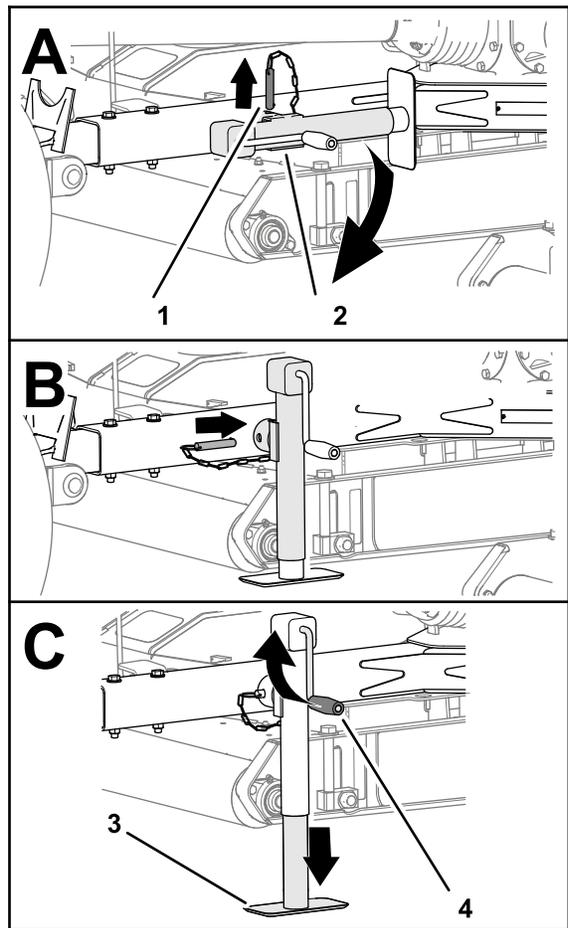

Figura 23
3. Retire el pasador y gire el gato de la barra de tiro a la posición vertical (Figura 23).
4. Alinee el orificio de la barra de tiro con el orificio del gato (Figura 23).
5. Introduzca el pasador a través de los orificios de la barra de tiro y del gato (Figura 23).
2. Gire la manivela del gato para elevar completamente el apoyo del gato; consulte la Figura 23 en *Uso del gato de la barra de tiro* (página 16).